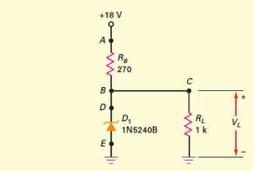

Figure 5.48
La grille de dépannage de la figure 5.48 indique les valeurs des tensions à chaque point A, B, C et D du circuit et les conditions de fonctionnement de la diode D1 pour les divers points T1 à T8. La première ligne donne les valeurs à chacun des points du circuit en fonctionnement normal.
5.36 Trouvez d'où proviennent les pannes 1 à 4 dans la figure 5.48
5.37 Trouvez d'où proviennent les pannes 5 à 8 dans la figure 5.48